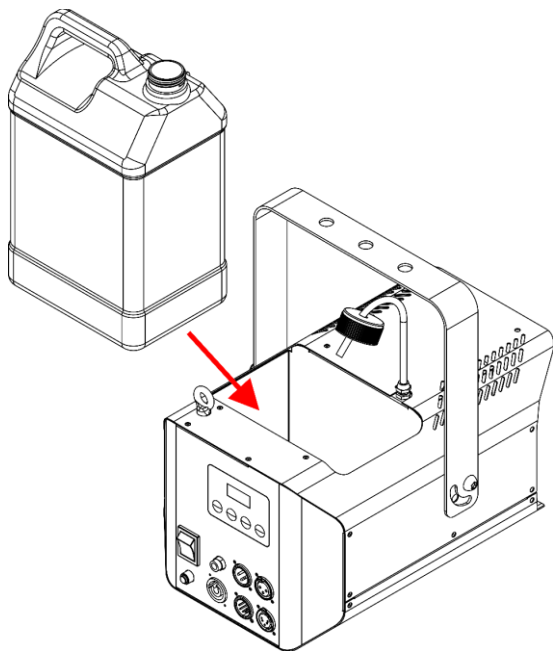

Fig. 12
- 07) Rimettere il serbatoio del liquido nel dispositivo, come mostrato nella Fig. 12.